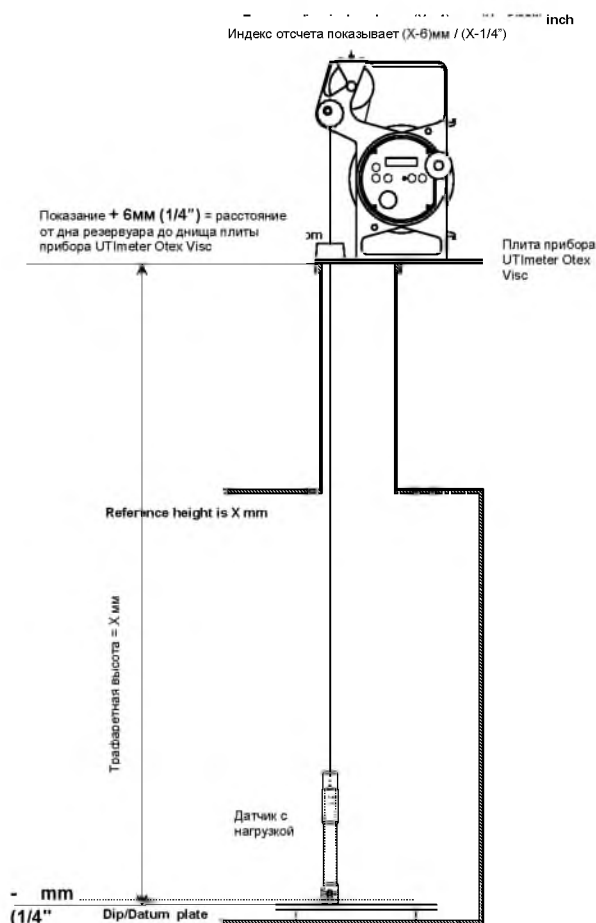

Рисунок 7-11
- Когда чувствительный датчик достигнет заглубленной / базовой плиты резервуара, индекс отсчета покажет некоторое расстояние (см. Рисунок 7-11). Точное расстояние от плиты до индекса отсчета равно сумме: показание + 4 мм (или показание + 5/32"), которое и является трафаретной высотой резервуара, при условии, что индекс отсчета настроен на нулевой уровень незаполненного объема резервуара. Если ноль незаполненного объема находится выше или ниже индекса отсчета, то необходима дополнительная корректировка.